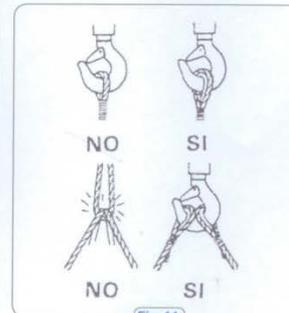

Fig. 14
- equipar con guardacabos los anillos terminales de cables y cuerdas (Fig. 14).